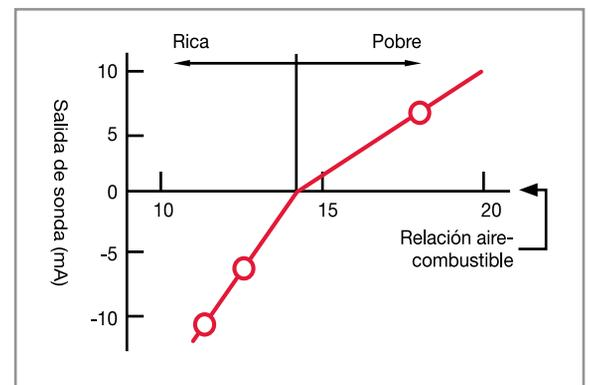

Fig 7: Salida del sensor A/F.
- > Un **sensor A/F** produce una pequeña corriente de entre -10mA y +10mA, donde la salida es un valor estable, proporcional a la relación de aire/combustible (Fig 7).